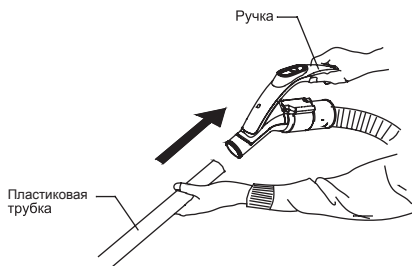

Рис. 1
Соедините два колена трубки. Подсоедините трубку (11) к ручке гибкого шланга (10) (Рис. 1).